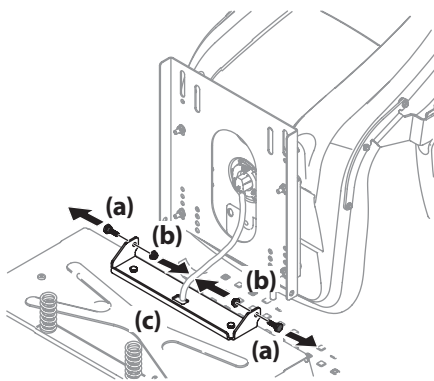

Figure 2-2
2. Retirez les deux boulons à épaulement (a) et les deux écrous autobloquants à bride (b) du support du siège (c). Voir Figure 2-2.